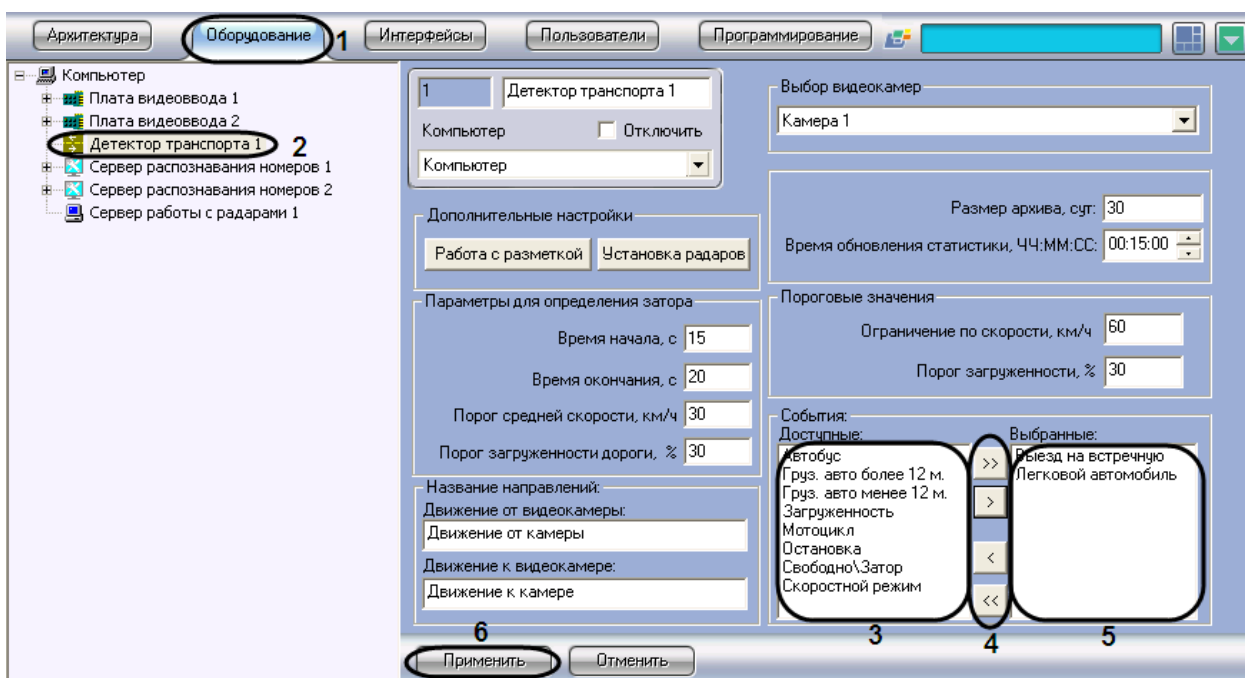

Рис. 7.4-20. Выбор генерируемых событий из списка доступных событий
1. В диалоговом окне «Настройка системы» перейти на вкладку «Оборудование» (см. Рис. 7.4-20, 1).
2. В дереве объектов на вкладке «Оборудование» выбрать объект «Детектор транспорта», соответствующий настраиваемому программному модулю «Детектор транспорта» (см. Рис. 7.4-20, 2). В правой части вкладки «Оборудование» отобразится панель настройки выбранного объекта.
3. Выбрать все события, которые необходимо генерировать системой (см. Рис. 7.4-20, 3).
4. Перенести выбранные события в список генерируемых событий (см. Рис. 7.4-20, 5).
Для переноса выделенного события в список генерируемых событий требуется нажать на кнопку «стрелка вправо», для переноса всех событий в список генерируемых требуется нажать на кнопку «двойная стрелка вправо» (см. Рис. 7.4-20, 4).
Для удаления события из списка генерируемых событий требуется нажать на кнопку «стрелка влево», для удаления всех событий из список генерируемых требуется нажать на кнопку «двойная стрелка влево» (см. Рис. 7.4-20, 5).
5. Нажать кнопку «Применить» (см. Рис. 7.4-20, б).